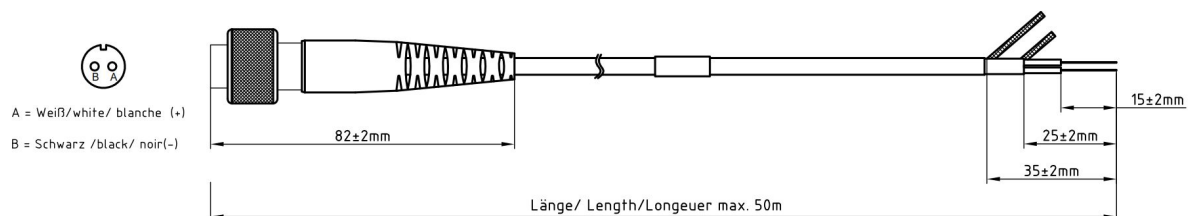

Рис. 03: Соединительный провод
- После крепления соединительного провода к датчику, нужно вставить прилагаемое стопорное кольцо между накидной гайкой и корпусом штекера провода (рис.03).